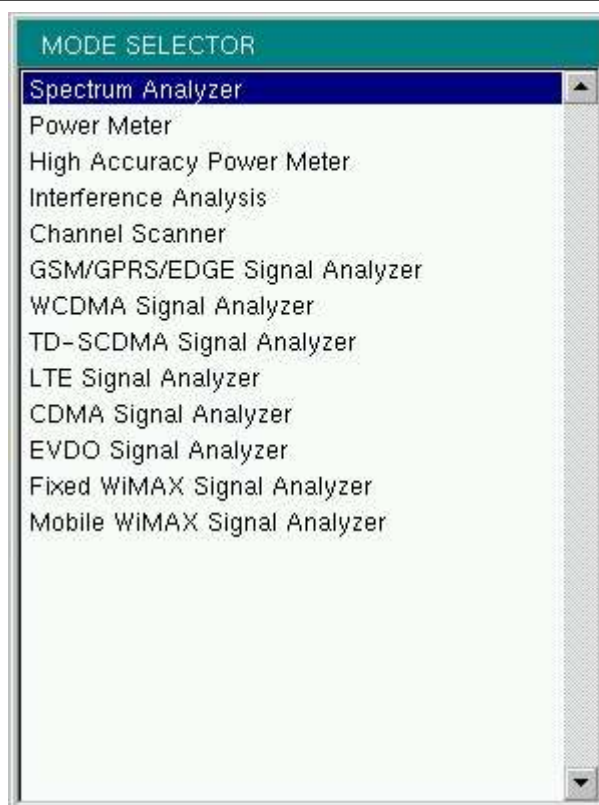

図 2-10. モード・セレクター・メニュー
モード・メニュー下の機能にアクセスするには、**Shift** キー、次いで**モード (9)** キーを押してください。方向矢印キーまたは回転ツマミを使用して選択をハイライトさせ、**Enter** キーを押して選択します。このメニューに表示されるモードのリストは、装置にインストールしてアクティブ化されているオプションによって異なります。これは、計測器モードを選択する代替方法です (メニュー・キー画面の説明に関しては 2-13 ページの図 2-6 を参照)。 図 2-10 はモード・メニューの一例です。お使いの計測器は同一のリストを表示しない可能性があります。